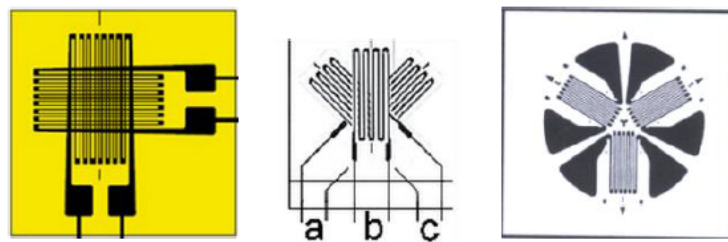

Abb. 7.116: Skizze verschiedener Rosetten-Typen
Abb. 7.116 zeigt verschiedene Rosetten-Typen links: 90° (T), Mitte: 45°, rechts: 120° Rosette.